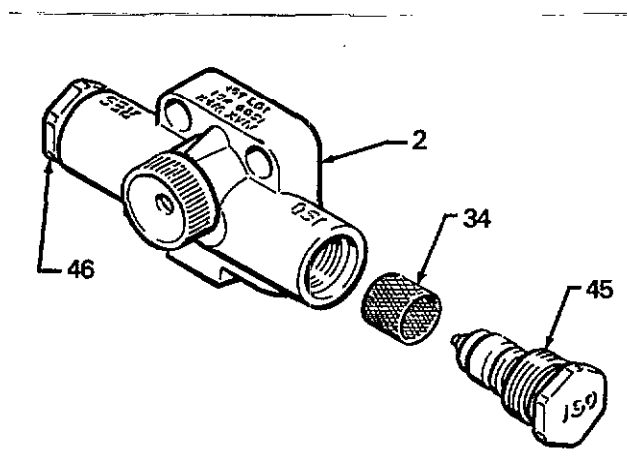

Fig 14
8. Verificar las superficies interiores del alojamiento de la boquilla (2). Las partes cónicas en el interior del alojamiento deben estar perfectamente limpias. Remojar el cuerpo dentro del solvente para ablandar el producto, a continuación con un cepillo suave, limpiar las superficies interiores.
9. Desmontar los cuerpos de las mariposas (45 y 46) así como los filtros (34) del conjunto cuerpo de boquilla y limpiarlos con solvente. A continuación volver a montar las piezas. Ver Fig. 14.